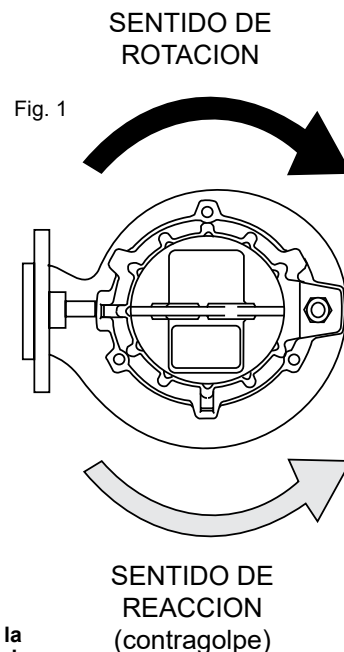

Fig. 1
- 3) Conectar los cables de alimentación al Cuadro de Mandos (ver pár. 18). Los terminales del cable de alimentación están marcados con las siglas internacionales IEC, su correcta conexión a la línea L1(u), L2(v), L3(w) determina el correcto sentido de rotación de la electrobomba. Si el grupo instalado es visible en arranque, el mismo sufrirá un contragolpe en sentido inverso a las agujas del reloj (ver Fig. 1).